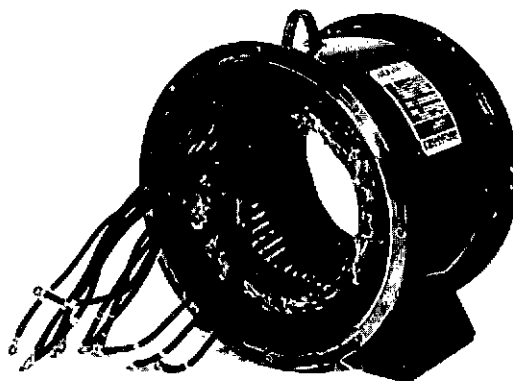

FIGURE 6-33.
1. Enlever la saleté et la poussière de l'armature de l'excitatrice et du pont redresseur (Figure 6-33) (voir section 5).
1. Nettoyer l'ensemble stator et les bobinages. (figure 6-33) (voir section 5)